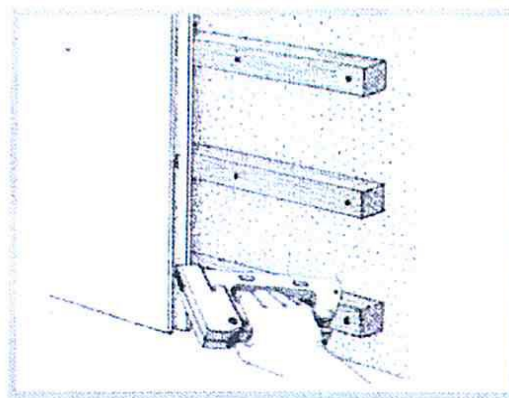

Рис.10
- меняется способ крепления панели со стороны «паза» по п.3.4.4. Крепление панели со стороны «паза» к каждому брусу обрешетки должно производиться П-образными скобами с помощью строительного степлера, как показано на рис.10.